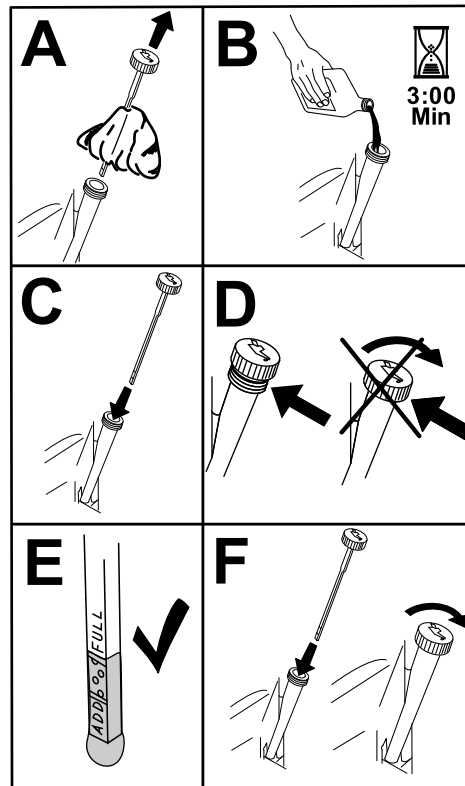

Figura 47
6. Vierta lentamente un 80% aproximadamente del aceite especificado por el tubo de llenado, luego añada lentamente el resto del aceite hasta que llegue a la marca de Lleno (Figura 47).